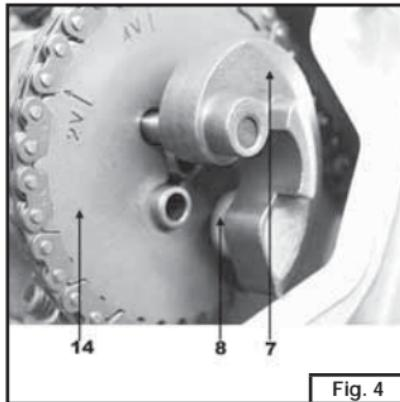

Fig. 4
- Sfilare la massa eccentrica (**Fig.4-part.7**), avendo cura di non perdere l'anellino in plastica ad essa fissato (**Fig.4-part.8**) (**Fig.6-part.10**).
- Smontare la corona dentata fissata sull'albero a camme. (**Fig.4-part.14**), e sfilare la catena di distribuzione.
- Slide off the eccentric mass (**Fig. 4 - part. 7**) and be careful not to loose the little ring on this mass (**Fig. 4 part. 8**) (**Fig. 6 - part. 10**).
- Remove the crown gear attached to the camshaft (**Fig.4-part. 14**) and slide off the distribution chain.
- Enlevez la masse excentrique (**Fig. 4 - det. 7**), sans perdre la petite bague en plastique qui se trouve sur cette masse (**Fig. 4 - det. 8**) (**Fig. 6 - det. 10**).
- Démontez la couronne dentée fixée sur l'arbre à came (**Fig. 4-det. 14**) et enlevez la chaîne de distribution.